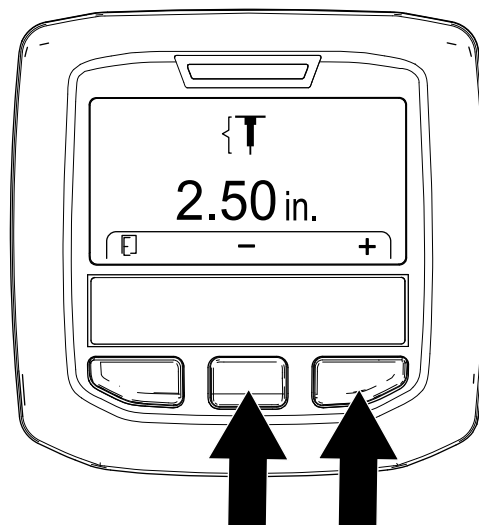

Рисунок 53
5. Отрегулируйте глубину зубьев (Рисунок 53) следующим образом: